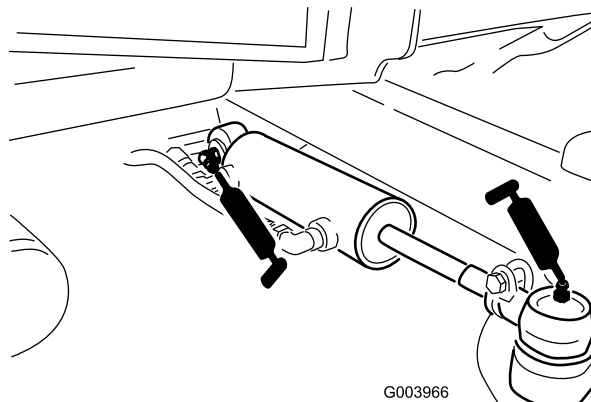

Figura 53
- Rótulas del cilindro de dirección (2) (Figura 53)